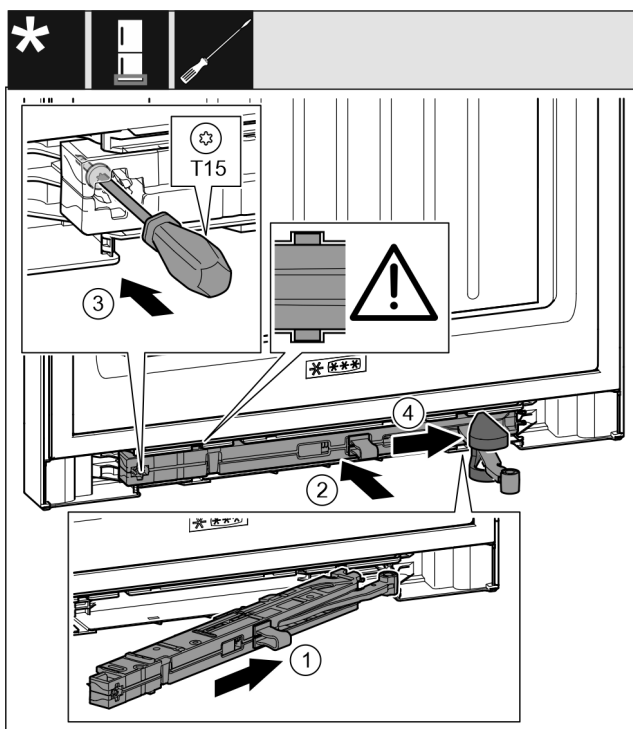

Fig. 48
- ▶ Sluitdemperunit *Fig. 48 (1)* aan de lagerbokzijde tot aan de aanslag schuin in de uitsparing schuiven.
- ▶ Sluitdemperunit *Fig. 48 (2)* volledig in de uitsparing schuiven.
- ▶ Schroef *Fig. 48 (3)* met een schroevendraaier vastschroeven.
- ▶ Afdekking *Fig. 48 (4)* over scharnier schuiven.